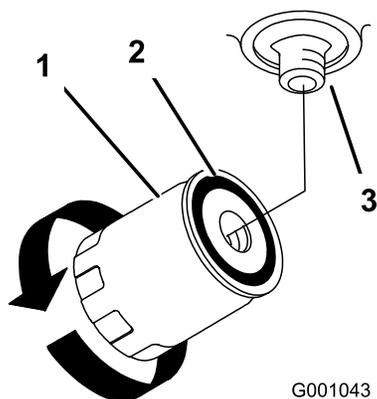

Figura 77
4. Spalmate uno strato sottile di fluido idraulico sulla guarnizione di gomma del filtro di ricambio (Figura 77).
7. Riempite il serbatoio con fluido idraulico finché questo non fuoriesce dal filtro, quindi girate il filtro in senso orario fin quando la guarnizione di gomma non tocca l'adattatore del filtro; a questo punto serrate il filtro girandolo di un altro mezzo giro (Figura 77).